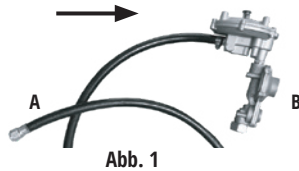

Abb. 1
- Schließen Sie den Flüssiggasschlauch (Seite A auf Bild 1) an den Flüssiggasanschluss am Bedienfeld des Generators.
- Verbinden Sie das Schlauchende (Seite B auf Bild 1) mit dem Druckminderer mit der Gasflasche.
- Drücken Sie 2-3 Mal den Knopf am Druckminderer (siehe Abb. 1).